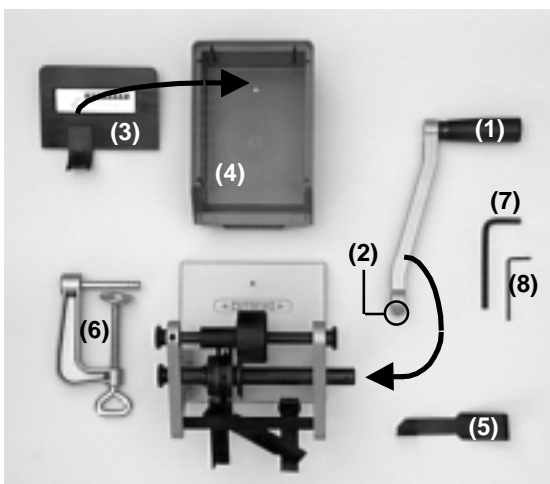
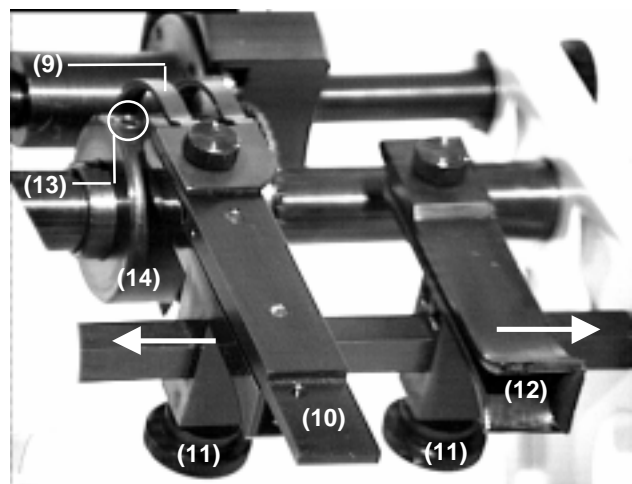
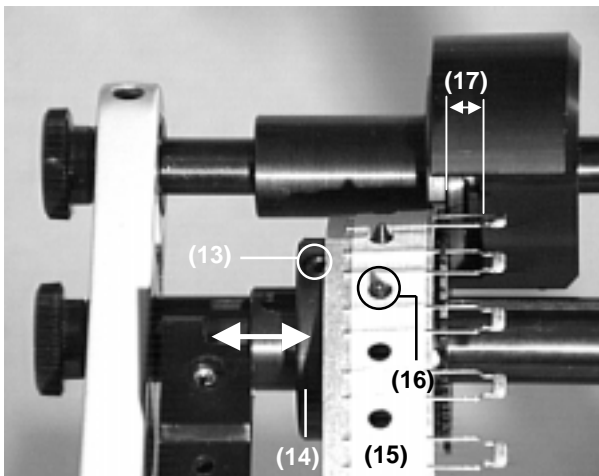

Fig. 1
Fig. 2
Fig. 3
- Der Zusammenbau des Variocut-Gerätes ist einfach. Befestigen Sie die Kurbel (Fig. 1, 1) mit der Stiftschraube am Gerät (2). Setzen Sie den Deckel mit dem Abstreifer (3) auf den Komponentenbehälter (4).
- Befestigen Sie das Variocut mit der Schraubzwinde (6) am Werkbank usw. Die Kurbel soll frei drehen können.
- Montieren Sie den Niederhaltebügel (Fig. 2, 9) und den Zählkopfträger (10). Lösen Sie die Rändelschrauben (11) an den Bandführungen (12) und schieben Sie die Bandführungen nach aussen.
- Lösen Sie die Stiftschraube (13) am Transportrad (14).
- Legen Sie einen Komponentengurt (Fig. 3, 15) über die Nocken (16) am Transportrad (14).
- The Variocut machine is easy to assemble. Secure the crank (Fig. 1, 1) to the unit (2) using the stud bolt. Place the cover together with the stripper (3) onto the component container (4).
- Secure the Variocut to the workbench etc. using the screw-on vice (6). The crank must be able to freely rotate
- Fit the retainer frame (Fig. 2, 9) and the counter head support (10). Undo the milled screws (11) on the belt guides (12) and slide the belt guides outwards.
- Undo the stud bolt (13) on the transport wheel (14).
- Place a component belt (Fig. 3, 15) over the cams (16) on the transport wheel (14).
- L'assemblage de l'appareil Variocut est très facile. Fixer la manivelle (fig.1, 1) avec la vis sans tête sur l'appareil (2). Placer le couvercle avec le séparateur (3) sur le bac à composants (4).
- Fixer le Variocut à la table de travail au moyen du serre-joint (6). La manivelle doit pouvoir tourner librement.
- Monter l'étrier de pression (fig. 2, 9) et le support de compteur (10). Desserrer les vis à molette (11) et les guides de bande (12), puis décaler les guides vers l'extérieur.
- Desserrer la vis sans tête (13) sur la roue de transport (14).
- Placer une bande de composants (fig. 3, 15) sur les dents (16) de la roue de transport.
- Verschieben Sie das Transportrad (Fig. 3, 14) mit dem Gurt, bis das gewünschte Schenkellmass (17) eingestellt ist. Stiftschraube (13) festsziehen.
- Slide the transport wheel (Fig. 3, 14), with the belt, until the required shaft setting is reached (17). Tighten stud bolt (13).
- Déplacer la roue de transport (fig. 3, 14) avec la bande de manière à régler la longueur de patte (17) requise. Serrer la vis sans tête (13).